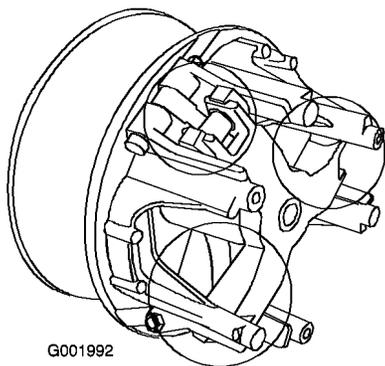

Figura 58
- Lubrifique as peças móveis nas áreas assinaladas com um círculo em Figura 58 utilizando o Dry Lubricant Spray da Toro, disponível no revendedor ou distribuidor autorizado Toro.